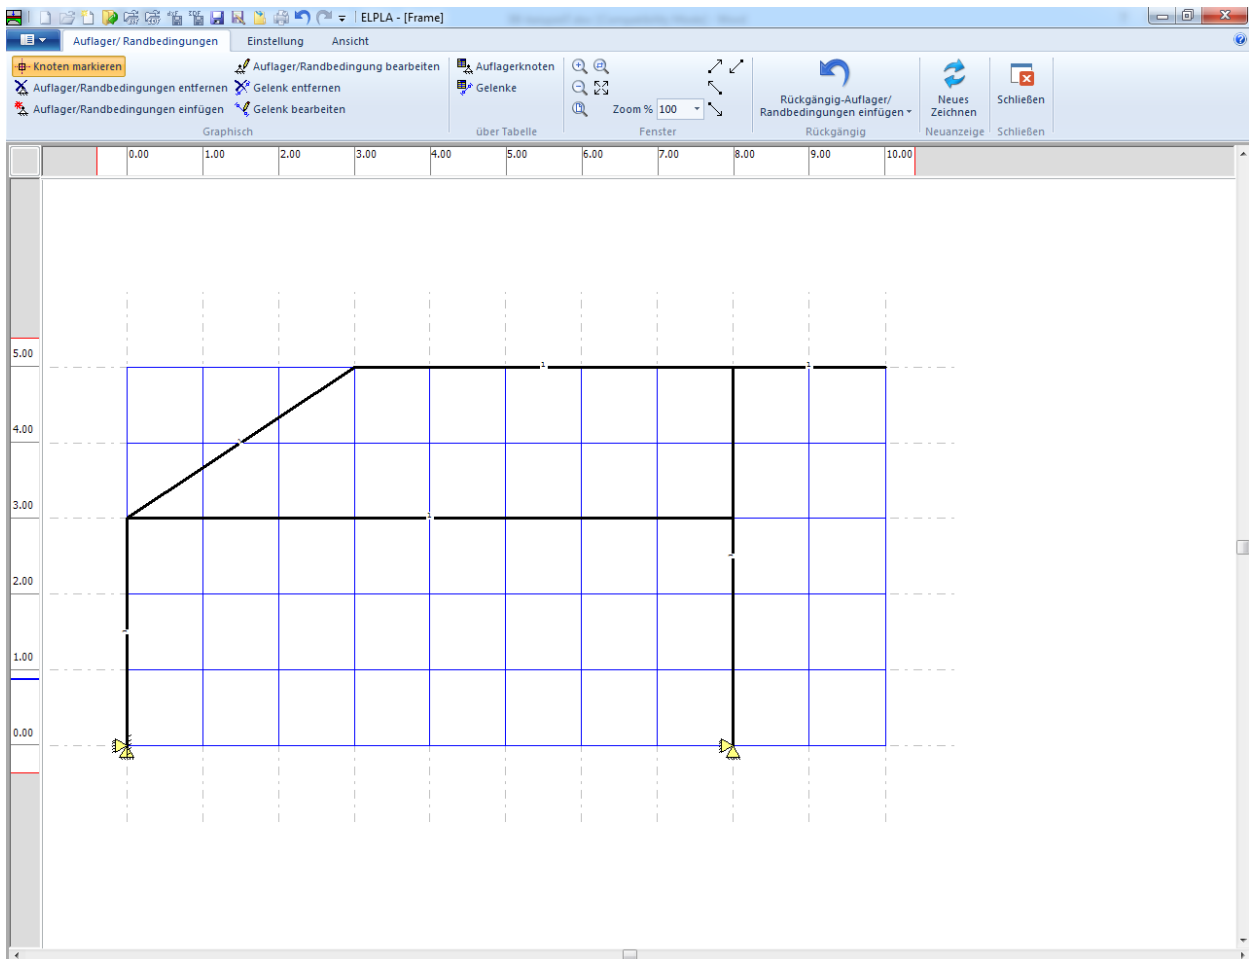

Bild 7.23 Auflager auf dem Bildschirm
Nach der Definition der Auflager sollte der Bildschirm wie das folgende Bild 7.23 aussehen.
- Wählen Sie den Befehl "Gelenke bearbeiten" aus dem "Graphisch"-Menü im Bild 7.23. Wenn der Befehl "Gelenke bearbeiten" gewählt wird, ändert sich der Cursor von einem Pfeil zu einem Kreuz
- Wählen Sie "Speichern" aus dem "Datei"-Menü im Bild 7.23, um die Daten der Auflager zu speichern